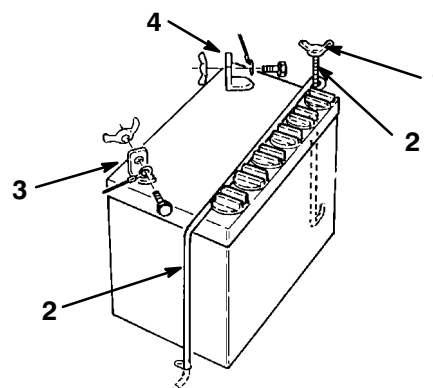

Figure 20
3. Débranchez le câble négatif (noir) de mise à la masse de la borne de la batterie (Fig. 20).
- Repoussez le capuchon en caoutchouc sur le câble positif (rouge). Débranchez le câble positif (rouge) de la borne de la batterie (Fig. 20).
- Enlevez l'écrou papillon qui fixe les dispositifs de retenue de la batterie au châssis du tracteur (Fig. 20).
- Connectez le câble positif (rouge) à la borne positive (+) de la batterie à l'aide du boulon et de l'écrou papillon (Fig. 20). Glissez le capuchon de caoutchouc sur la borne de la batterie.
- Connectez le câble négatif (noir) à la borne négative (-) de la batterie à l'aide du boulon et de l'écrou papillon (Fig. 20).